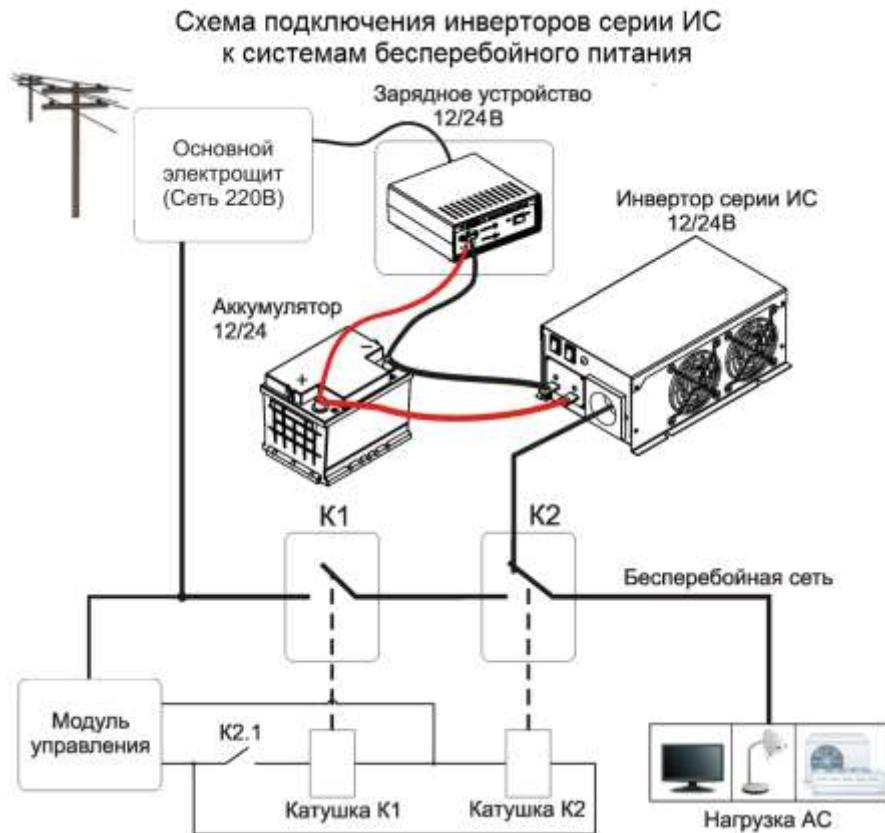

Рис.3.
7.1 Применение инверторов в системах бесперебойного питания. Для обеспечения надежной работы и исключения возможности попадания промышленного сетевого напряжения 220В на «выход» инвертора рекомендуется производить подключения согласно схеме на Рис.3. Кроме того необходимо соблюдать требования при выборе коммутационных аппаратов K1 и K2: